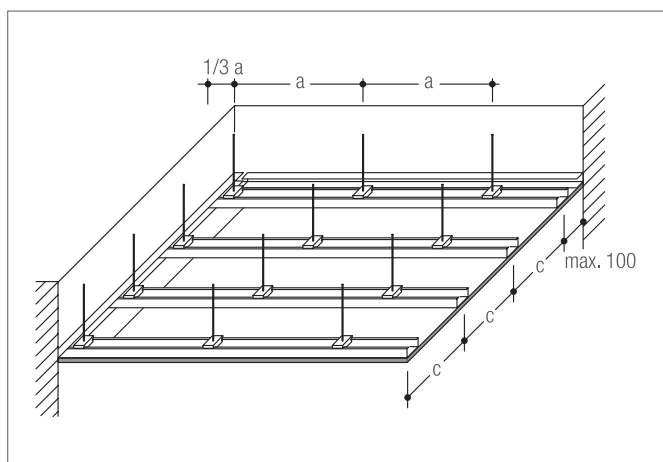

Fig. 8-3 Sottostruttura in metallo fissata direttamente
- Sottostruttura in metallo fissata direttamente (vedere Fig. 8-3)